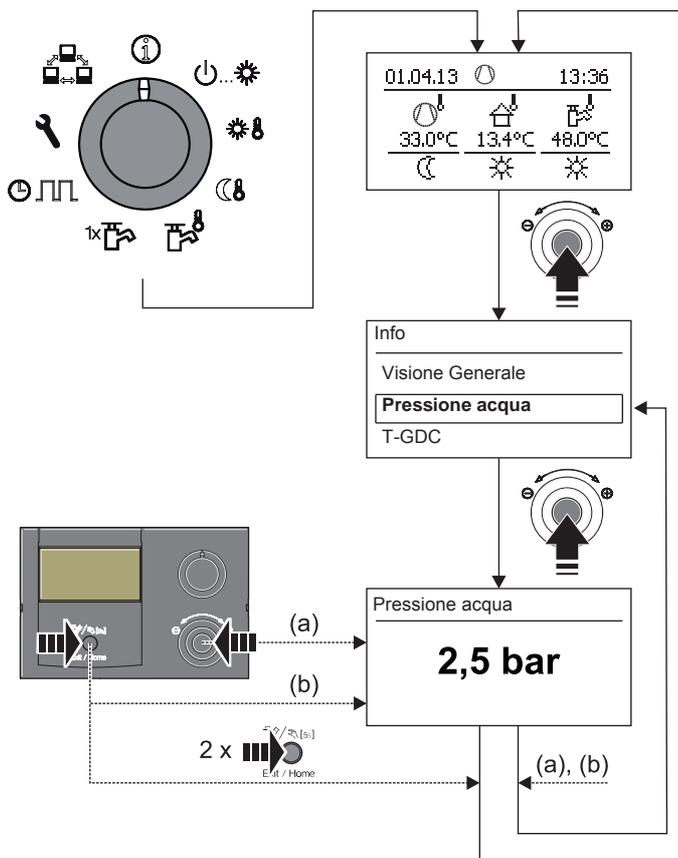

Figura 3-6 Indicazione valori informativi (esempio pressione impianto)
- ➔ Viene visualizzato il valore (esempio v. figura 3-6).
Dalla Regolazione RoCon HP HP, con impianto acceso, è possibile ottenere la visualizzazione della pressione (pressione dell'acqua) del circuito interno (circuito di riscaldamento diretto). La pressione dell'acqua è disponibile come primo parametro (v. figura 3-6).